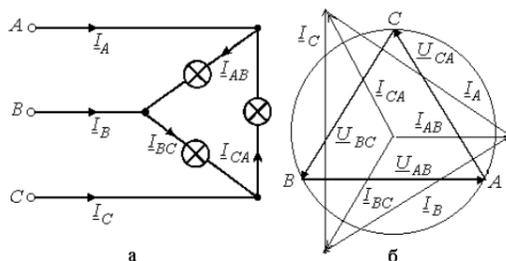

Рис.10.2
3. Исходная диаграмма напряжений и токов для симметричного треугольника дана на рис. 10.2: